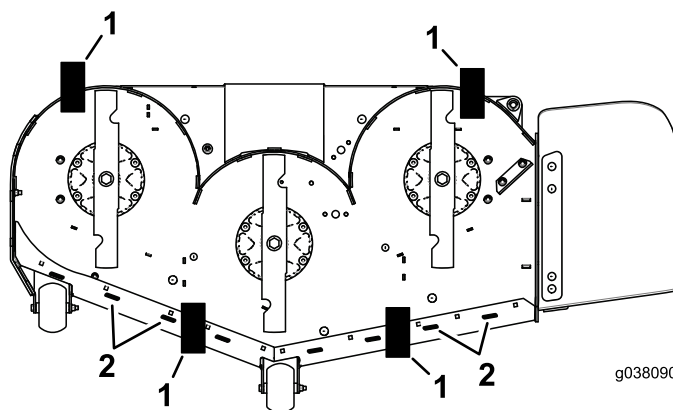

Figura 84
11. Amplasai 2 blocuri (consultați tabelul privind înălțimea blocului i cuitul pentru tuns) sub marginea din spate a punii de tăiere, câte unul pe fiecare parte a punii de tăiere (Figura 84).